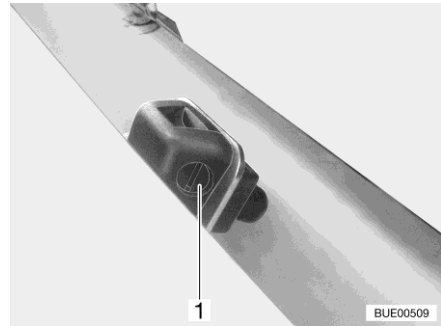

Fig. 53 Boquillas del limpiaparabrisas (variante 2)
- Girar el tornillo de ajuste (Fig. 53,1) con un destornillador apropiado hasta que se alcance la posición deseada.